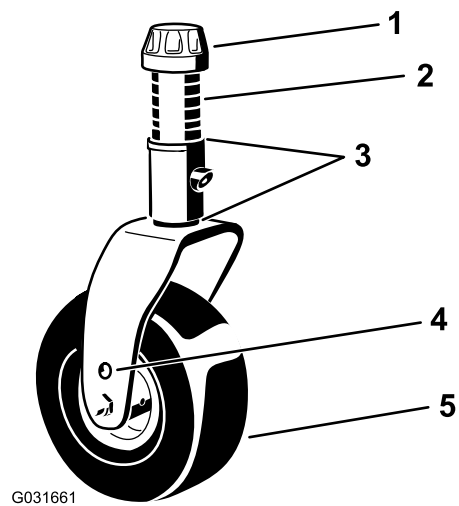

Figura 38
4. Usando la llave suministrada, afloje el casquillo tensor, retírelo del eje de la rueda giratoria, y retire el eje del brazo de la rueda giratoria (Figura 38).